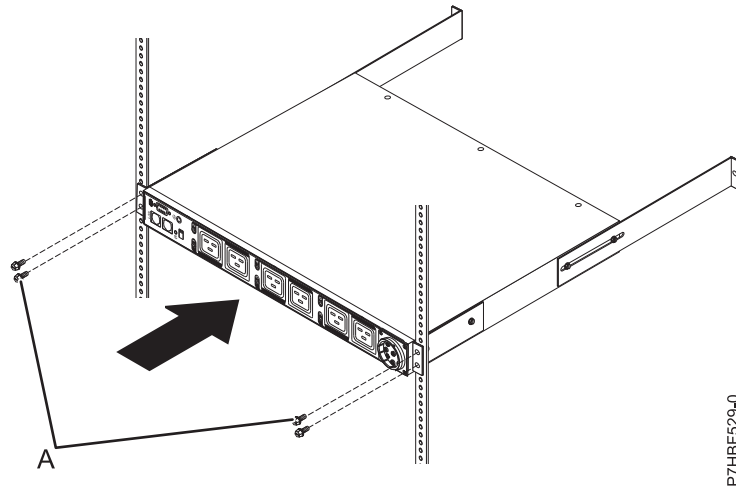

Abbildung 43. Vorderseite der PDU+ oder der Intelligent Switched PDU im Rack befestigen
13. Führen Sie die folgenden Schritte aus, um die langen Halterungen und die Abdeckblende für nicht belegte Position (A) am Rackschrank zu befestigen:
- a. Richten Sie die langen Halterungen (A) so aus, dass sie der Tiefe des Rackschranks entsprechen.
- c. Entfernen Sie die zwei M6-Schrauben (A), wenn Käfigmuttern verwendet werden, oder M5-Schrauben, mit denen die PDU, PDU+ oder Intelligent Switched PDU an den Rackflanschen befestigt ist.
- h. Richten Sie das Ende des PDU-, PDU+- oder Intelligent Switched PDU-Modells mit den kurzen Halterungen an der Außenseite der Rackflansche aus. Stellen Sie sicher, dass die Schienen ordnungsgemäß an den vorderen Rackflanschen ausgerichtet sind. Ist dies nicht der Fall, markieren Sie die Länge der Montageschienen und passen Sie sie erneut an, indem Sie die PDU, PDU+ oder Intelligent Switched PDU ausbauen und die Schritte 13b bis 13g wiederholen. Verwenden Sie pro Halterung zwei M6-Schrauben (A), wenn Käfigmuttern verwendet werden, oder M5-Schrauben, wenn Klemmmuttern verwendet werden, um die Halterungen an den Käfigmuttern oder den Klemmmuttern an den hinteren Rackflanschen anzubringen.
- j. Richten Sie die Abdeckblende für die nicht belegte Position (A) an der Außenseite der Rackflansche aus (siehe Abb. 43).
- k. Bringen Sie die Abdeckblende an den Rackflanschen und dann mit einer M6-Schraube (B) pro Halterung an den langen Halterungen an. Verwenden Sie die mit dem Rackeinbausatz gelieferten Schrauben.
- d. Richten Sie die Abdeckblende für nicht belegte Position (A) an der Außenseite der Rackflansche aus.